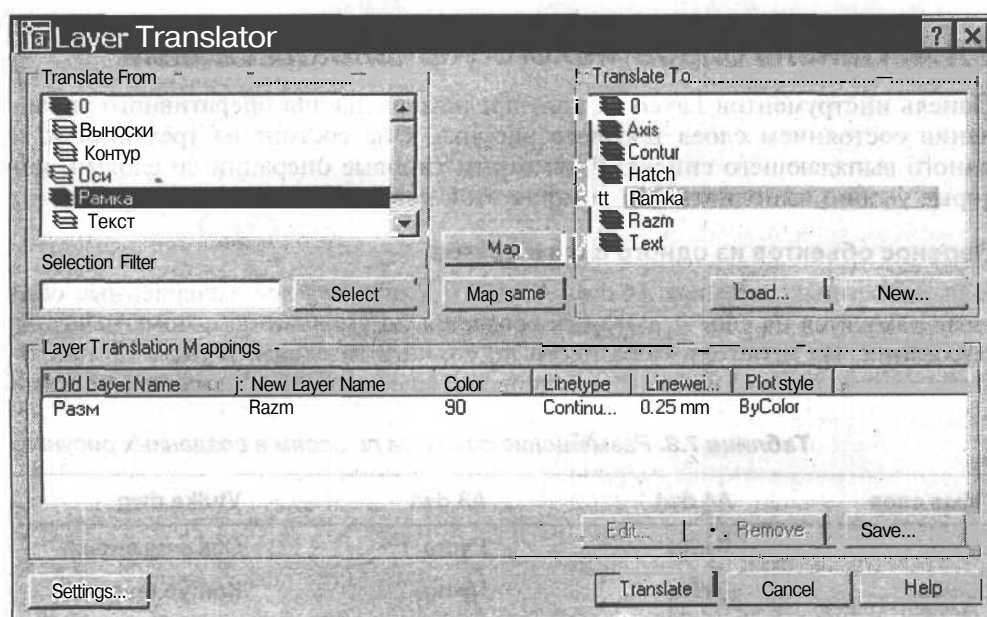

Рис. 7.11. Диалоговое окно транслятора слоев
1. Откройте меню **Tools** (Сервис) и выберите в нем **CAD Standards** (Стандарты оформления), а затем из дополнительного меню выберите **Layer Translator** (Транслятор слоев). Появится диалоговое окно (рис. 7.11) с таким же названием. В таблице левого информационного поля выводится список нестандартных слоев текущего рисунка, которые следует изменить.